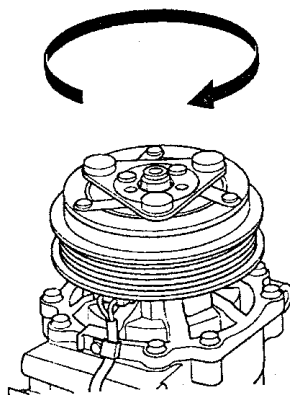

图 10-36 检查转子带轮轴承间隙和阻力
2) 按图 10-36 所示的方向，用手转动转子带轮，检查转子带轮轴承的间隙和阻力。如果出现噪声或间隙过大/阻力过大，则更换离合器。